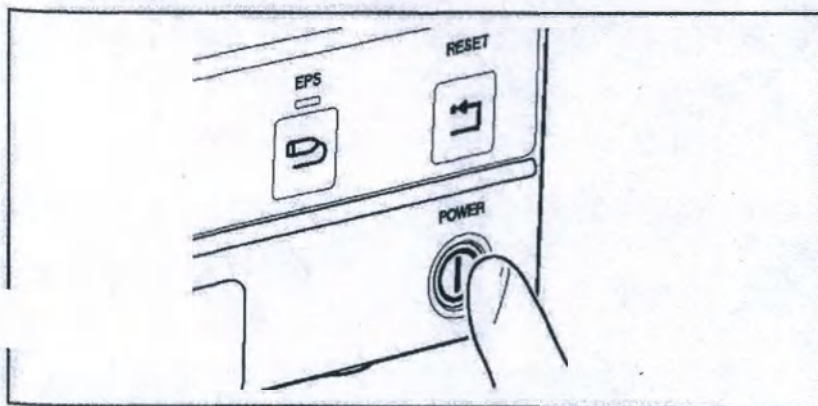

Рисунок 28
2. Чтобы включить УУН, нажмите выключатель питания (см. рисунок 28).